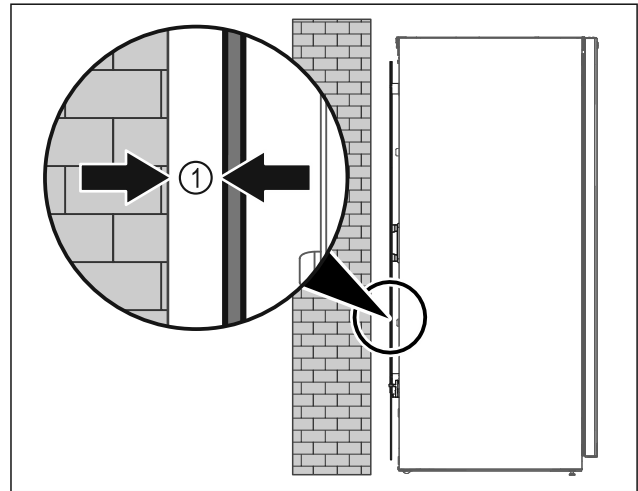

Fig. 10
- Uređaj je moguće postaviti ili slobodno u prostoriji ili izravno na zid na najmanjoj udaljenosti od 5 mm Fig. 10 (1).